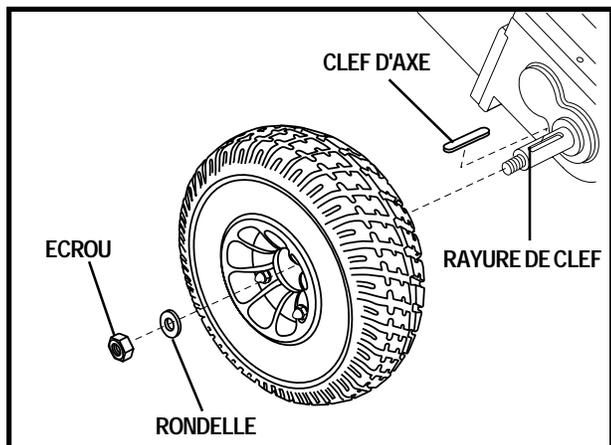

Figure 40. Roue motrice du Jazzy 1113 ATS
4. Retirez l'écrou et la rondelle de roue motrice sur l'essieu. Voir la figure 40.